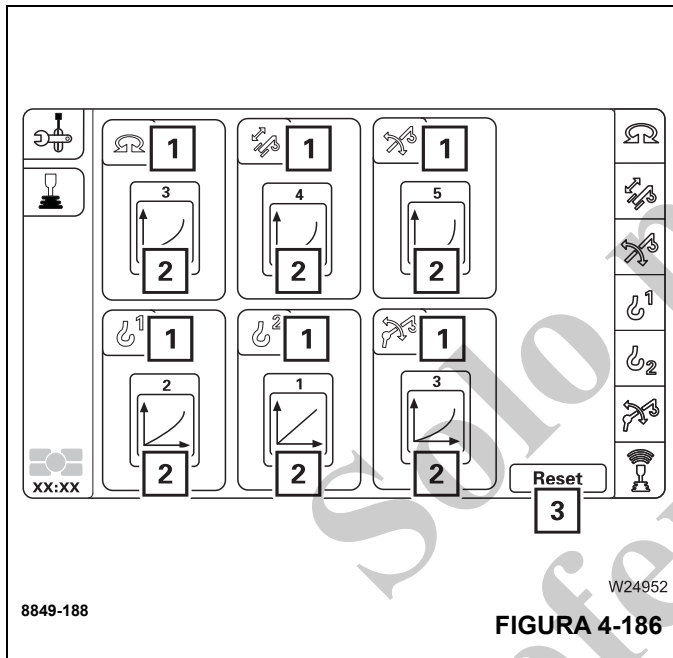

FIGURA 4-186
Los símbolos (2), (Figura 4-186), muestran las curvas características establecidas para las unidades motrices (1), (Figura 4-186).
Seleccione y confirme el símbolo (3), (Figura 4-186), para restaurar todas las unidades motrices a la curva característica 1.